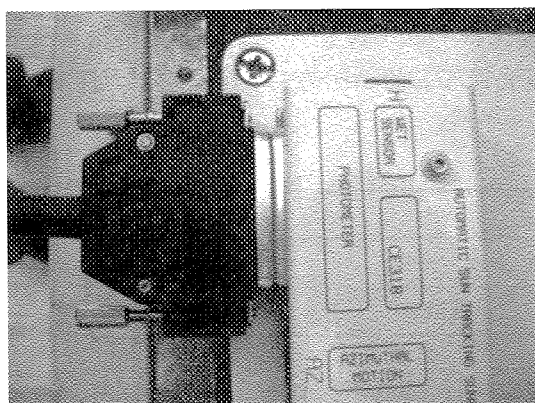

图 4-20 光学头数据传输线端接到控制箱“PHOTOMETER”端
(11) 光学头数据传输线端接到控制箱“PHOTOMETER”端(图 4-20)。